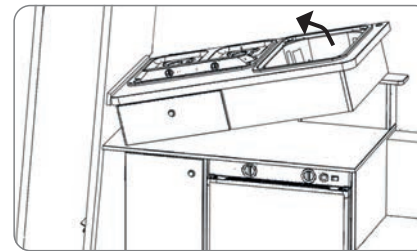

Abbildung 4.07
4. Unter diesem Winkel können Sie jetzt der Küche an der Außenseite in der Schiene platzieren. In de Bank an der Linkerseite gibt es ein Tischbein (siehe Abbildung 4.07).